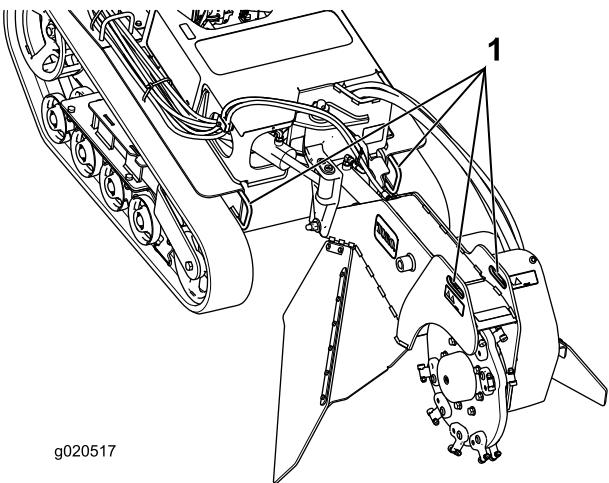
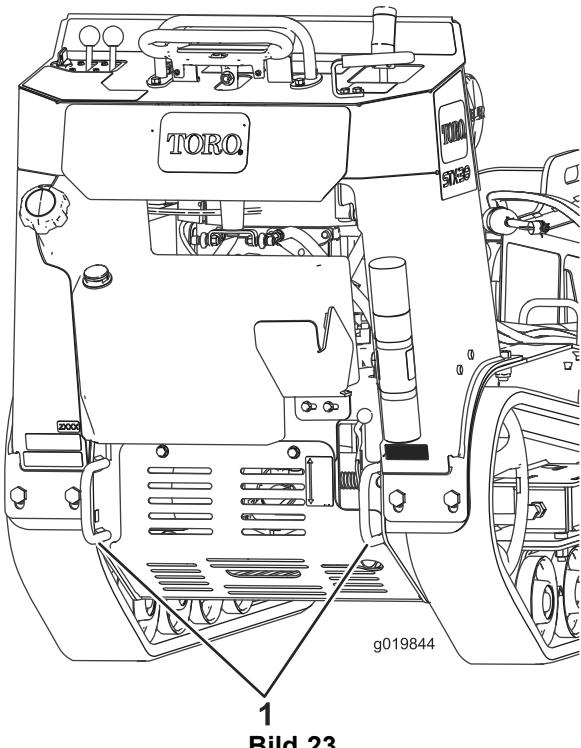

Bild 22
Bild 23
3. Befestigen Sie Ketten oder Riemen an den Vergurtungsstellen bzw. Hebelaschen vorne und hinten an der Maschine, um die Maschine am Anhänger zu befestigen (Bild 22 und Bild 23). Halten Sie die örtlichen Vorschriften für Anhänger und Vergurtung ein.
Sie können die Maschine mit den Vergurtungs- und Hebeschläufen als Hebestellen hochheben (Bild 22 und Bild 23).